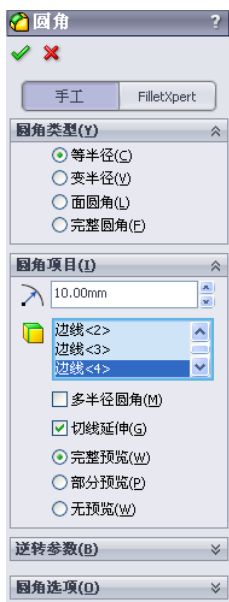
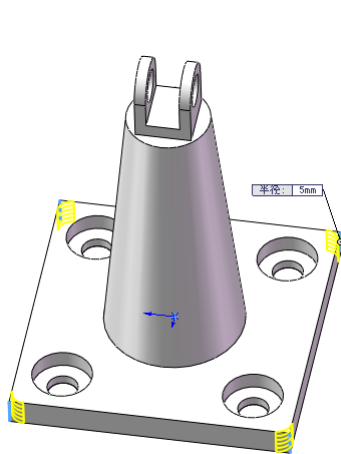
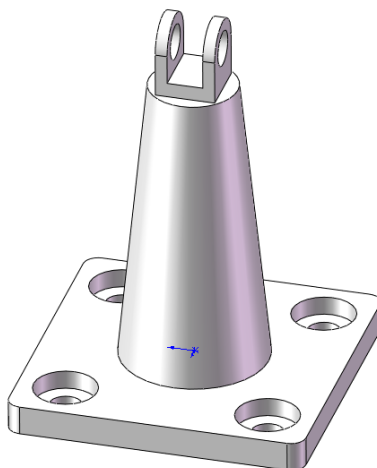

图 5-142 “圆角”属性管理器
图 5-143 选择圆角边
图 5-144 倒圆角结果
(11) 圆角实体。选择菜单栏中的“插入”→“特征”→“圆角”命令，或者单击“特征”工具栏中的（圆角）按钮，此时系统弹出如图 5-142 所示的“圆角”属性管理器。在“半径”一栏中输入值 5 mm，然后用鼠标选取图 5-143 中的边线。然后单击属性管理器中的（确定）按钮，结果如图 5-144 所示。